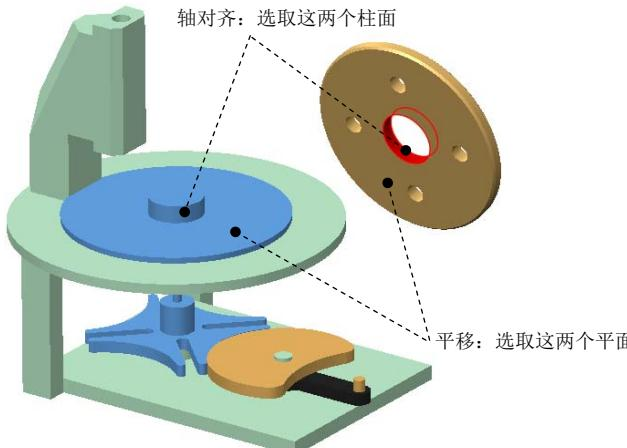
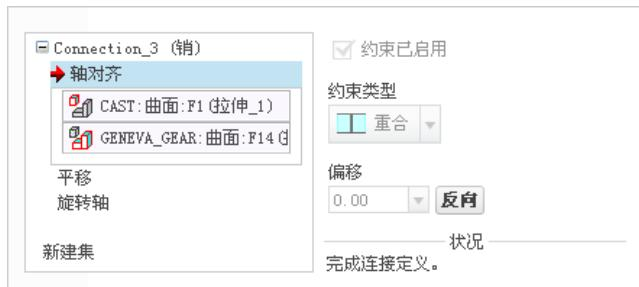

图 9.1.10 创建销 (Pin) 连接
图 9.1.11 “放置”界面
(6) 单击操控板中的 **√** 按钮，完成销连接的创建。
Step6. 引入元件 CAST.prt，并将其调整到图 9.1.10 所示的位置。
- (1) 在“元件放置”操控板的机械连接约束列表中选择 销 选项。
- (2) 定义“轴对齐”约束。单击操控板中的 **放置** 按钮，分别选取图 9.1.10 中的两个柱面为“轴对齐”约束参考，此时 **放置** 界面如图 9.1.11 所示。
- (3) 定义“平移”约束。分别选取图 9.1.10 中的两个平面为“平移”约束的参考，此时 **放置** 界面如图 9.1.12 所示。